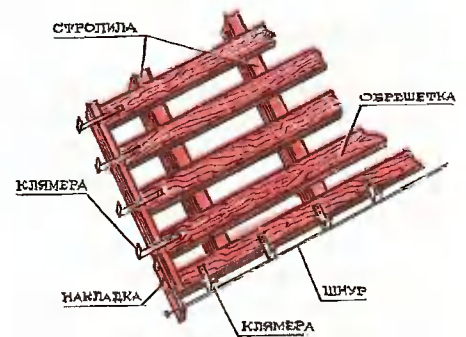

Рис. 9. Установка кляммер на свесах крыши.
Параллельно свесу крыши натягиваю шнур (рис. 9), служащий ориентиром для крепления нижнего ряда кляммер (по 2—3 штуки на каждую
**Клямера** (от нем. Klammer — скоба, зажим) — полоска из кровельного железа. Один конец ее кровельщик прибивает к обрешетке, а другим обжимает кромку закрепляемого на крыше листа железа (см. рисунок 9 на с. 7, где изображена клямера).